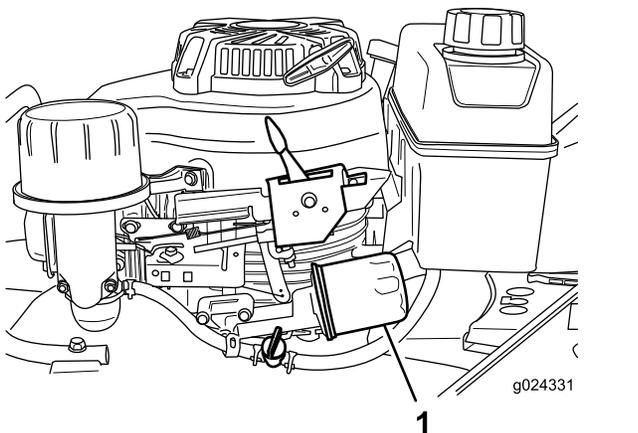

Рисунок 25
6. Поместите ветошь под масляный фильтр (Рисунок 25), чтобы собрать масло, которое может вытечь при демонтаже масляного фильтра.